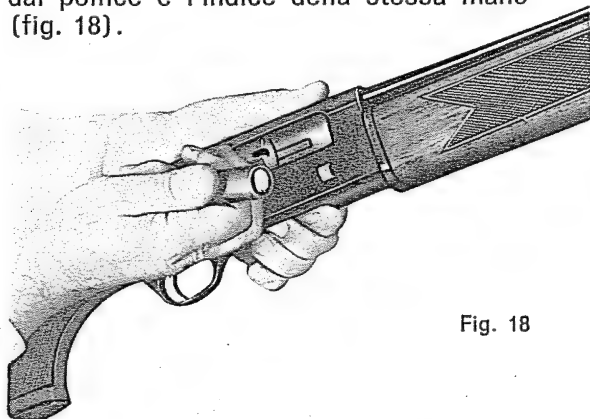

Fig. 18
- d) Appoggiando il calcio dell'arma al corpo, con una lieve inclinazione della canna verso l'alto, tirare il tiretto dell'otturatore con l'anulare della mano destra e la cartuccia espulsa potrà essere afferrata dal pollice e l'indice della stessa mano (fig. 18).
- d — leaning the stock on the knee and pointing the muzzle lightly upward, pull cocking lever rearward, possibly with the ring finger of the right hand, so as to catch the ejected shell with the thumb and forefinger (fig. 18).